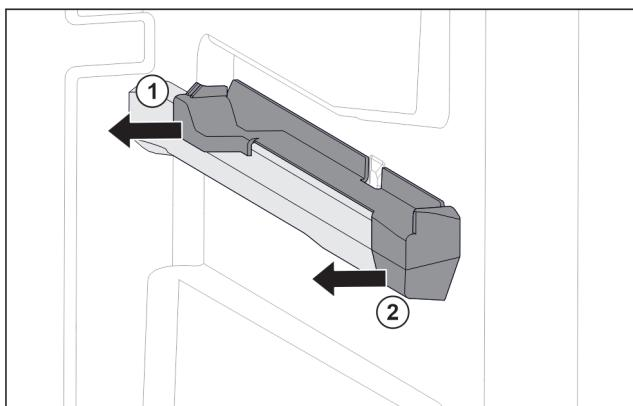

Fig. 146 Наставка върху дясното ребро на съда
- Изтеглете наставката отзад настрани. Fig. 146 (1)
- Изтеглете наставката отпред настрани. Fig. 146 (2)